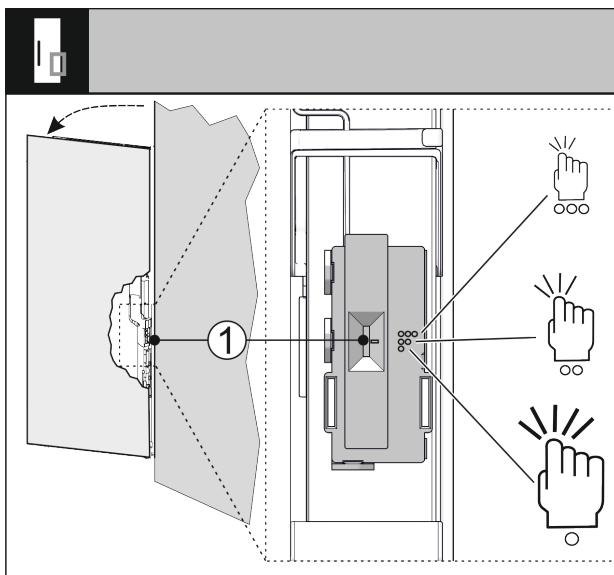

Fig. 71
Можете да настроите чувствителността на датчика за почукване чрез превключвателя Fig. 71 (1). Превключвателят е в долната една трета от вратата от страната на пантите.
► Плъзнете превключвателя Fig. 71 (1) в желаното положение на превключвателя.